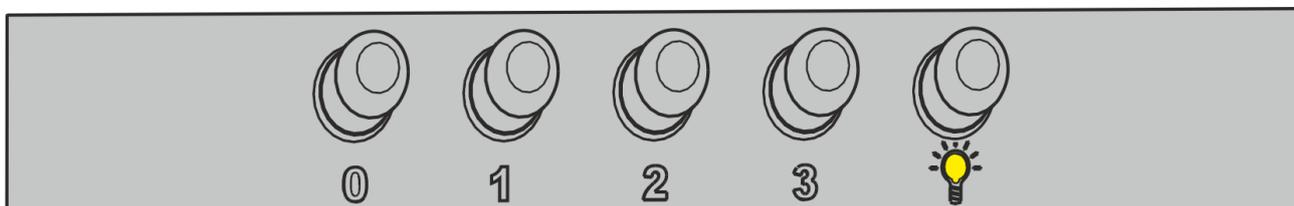

Рис.4
**7.3** На панелі витяжки знаходиться кнопчний перемикач режимів роботи двигуна, ламп освітлення та індикаторна лампочка (рис.4):